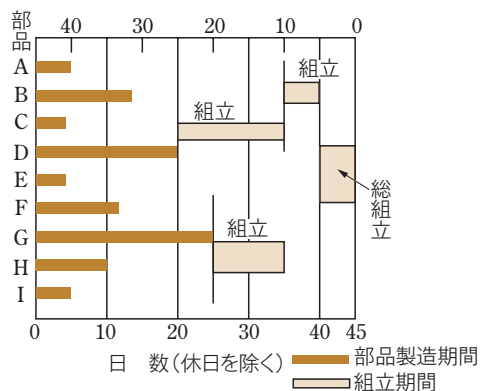

図3 ガントチャート
生産現場では、複数の機械や作業者が、複数の製品を製造するので、効率よく作業を進めるためには、各工程を**同期化**^①させて滞留を防ぐことが必要となる。そのための手法として、**ガントチャート**^②や**パート図**^③が用いられる。ガントチャート(図3)は、横軸に時間、
① synchronization